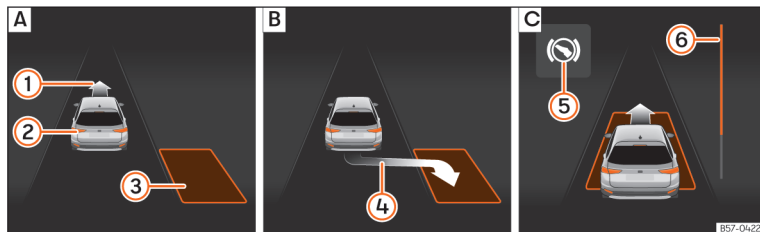
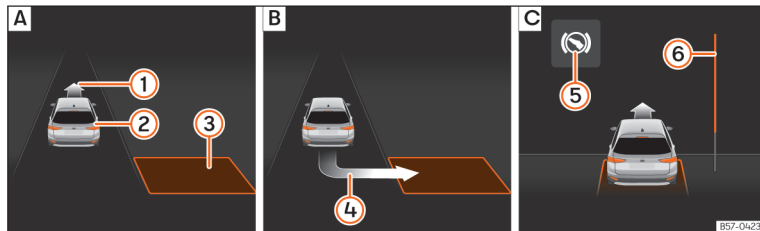

Fig. 141 Pe afișajul panoului de bord: parcare oblică. **A:** Găsirea unui loc de parcare **B:** Poziția de parcare. **C:** Manevrarea.
Fig. 142 Pe afișajul panoului de bord: parcare oblică. **A:** Găsirea unui loc de parcare **B:** Poziția de parcare. **C:** Manevrarea.
- Priviți afișajul panoului de bord, pentru a vedea dacă a fost detectat un loc de parcare „corespunzător” și dacă a fost atinsă poziția corespunzătoare pentru parcare » **fig. 141 B**
sau » **fig. 142 B**. Locul este considerat „corespunzător” dacă afișajul panoului de bord afișează indicatorul de parcare ④.
• Mergeți în marșarier până când se activează semnalul continuu ParkPilot; **SAU:** mergeți în marșarier până când pe afișajul panoului de bord apare indicația de deplasare înainte >>> **fig. 141**  sau >>> **fig. 142** ; **SAU:** mergeți în marșarier până când pe afișajul panoului de bord apare mesajul **Asistență la parcare finalizată**. Bara de progres  indică distanța care trebuie parcursă.
• Mergeți înainte până când se activează semnalul continuu ParkPilot; **SAU:** mergeți înainte până când pe afișajul panoului de instrumente apare indicația de deplasare înapoi. Sistemul de asistență la parcare direcționează autovehiculul înainte și înapoi, până acesta se centerază pe locul de parcare >>> **fig. 141**  sau >>> **fig. 142** .
Bara de progres >>> **fig. 141**  și >>> **fig. 142**  de pe afișajul panoului de bord indică distanța relativă de parcurs sub formă de simbol. Cu cât distanța este mai mare, cu atât bara de progres este mai plină. La deplasarea înainte, conținutul barei de progres scade în sus, iar la deplasarea în marșarier, acesta scade în jos.